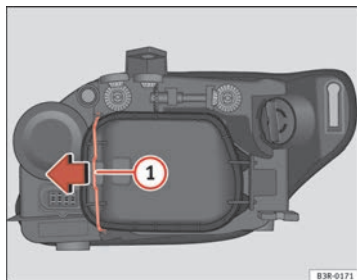

Abb. 206 Glühlampe des Standlichts
Ein vorheriges Abnehmen des Deckels  $\Rightarrow$  Seite 281, Abb. 206 ist zwar nicht notwendig, erleichtert aber den Ersatz der Lampe des Tagfahrlichts. ■
- Den Spanner ⇒ Abb. 206 ① in Pfeilrichtung bewegen und den Deckel abnehmen, indem zuerst die Seite des Spanners und danach die beiden Laschen des anderen Endes des Deckels abgenommen werden.